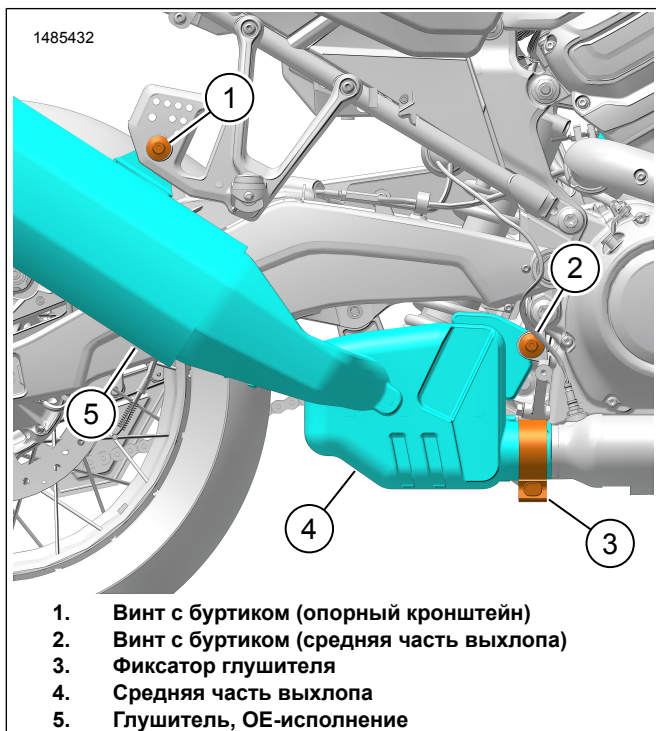

Рисунок 3. Оригинальная выхлопная система в сборе
1. См. рис. 3. Ослабьте фиксатор глушителя (3).
2. Снимите винт с буртиком (2) с кронштейна средней части выхлопа. Сохраните их для последующего использования.
3. Снимите и утилизируйте винт с буртиком (1) с опорного кронштейна.
- а. Утилизируйте оригинальный зажим глушителя (3).